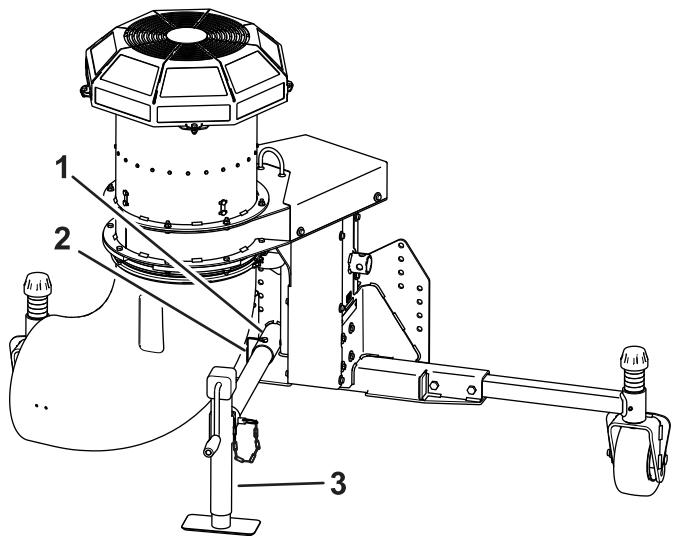

図 8
10. ジャッキスタンドのチューブをフレームのチューブを差し込み、取り付け穴をそろえ、スナッパピンで固定する図 8。